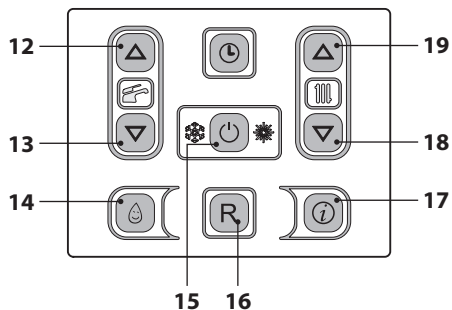
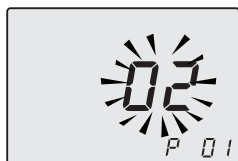

Figura 5.53
Figura 5.54
- Entrare in "modalità programmazione" premendo contemporaneamente per 10 secondi i tasti 15 - 18 - 19 (Figura 5.53) fino a far apparire sul display LCD le lettere **P01** e il valore del parametro, indicanti l'entrata nel "parametro 01" (Figura 5.54).
- Premendo il tasto 15 (Figura 5.53) si ottiene la conferma del valore inserito.